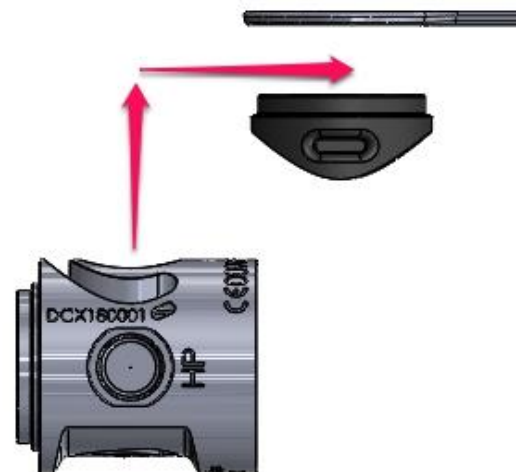

Fig. 15
21. Lift off Saddle 6585 and dust cap 6878 (Fig. 15).